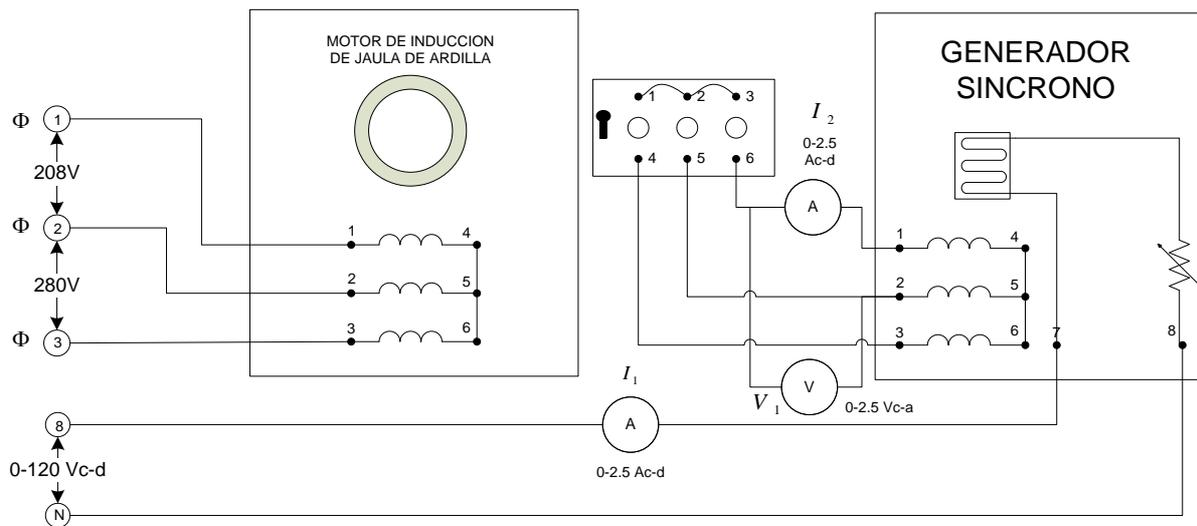

FIGURA 2
7.- Conecte el circuito que se ilustra en la figura 2, con el interruptor de sincronización. Observe que el interior está conectado de tal manera que, al cerrarlo, quedan en corto circuito directo los devanados del alternador.